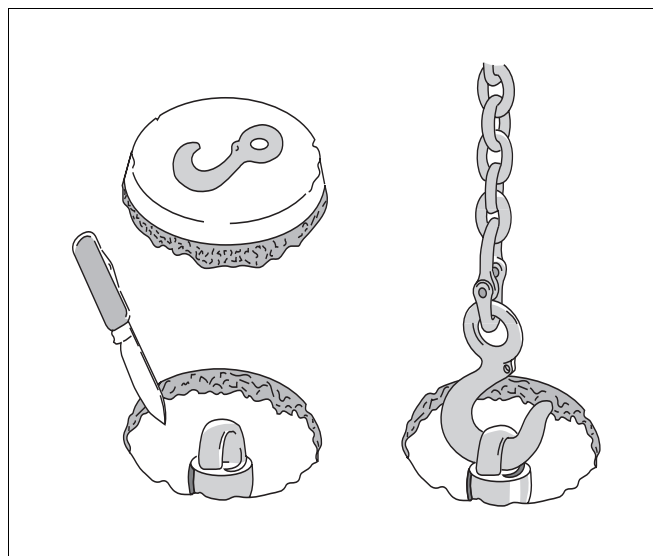

Рис. 14 Вырезание круглой заглушки
- Вырезать ножом круглую заглушку с нарисованным крюком на крышке из пенополистирола и вынуть вырезанную часть (рис. 14).